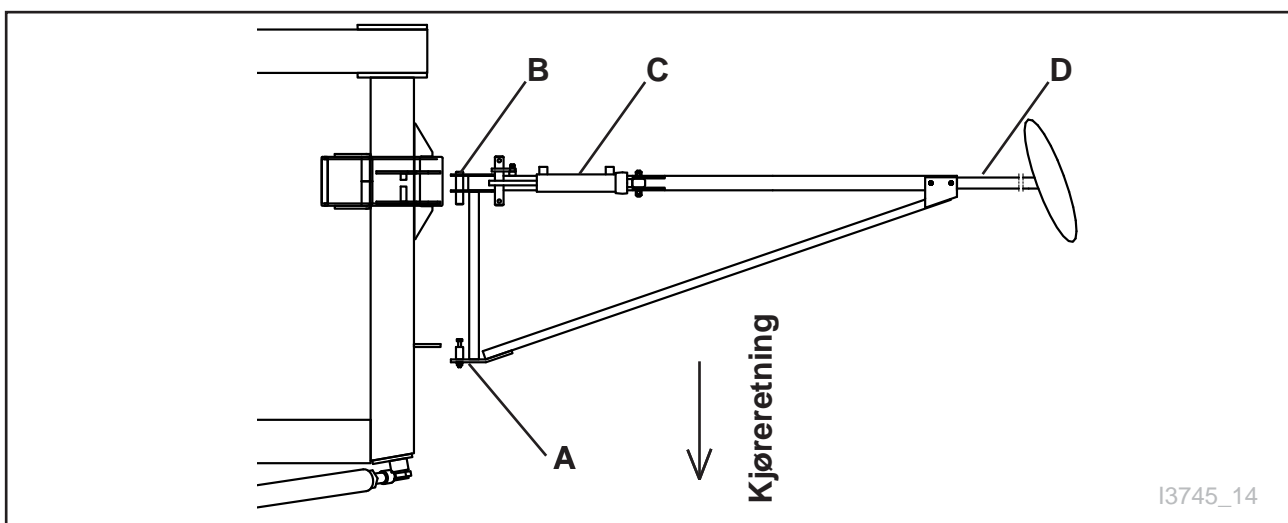

Fig. 27b
Adaptez les marqueurs gauches et droits à l'armature du planteur avec le boulon (A) et (B) et le cylindre du marqueur (C). Ajustez le disque de rouleau avec le bras télescopique (D). Le marqueur indiquera où le milieu du tracteur passera. Par la soupape de fermeture (D) Voir Fig. 34 la fonction du marqueur peut être arrêtée, En position de travail, la distance du milieu du planteur au marqueur devrait être 6 fois (x 6) la largeur du rang. **Fig. 27b**